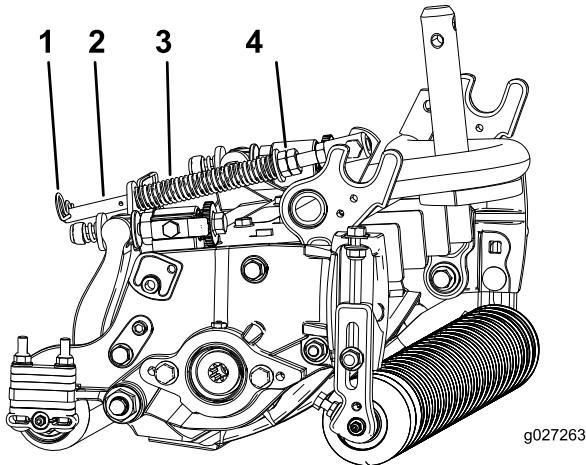

Figura 19
1. Verificate che la coppia sia montata nel foro posteriore dell'asta della molla (Figura 19).
2. Serrate i dadi esagonali sul lato anteriore dell'asta della molla, finché la lunghezza compressa della molla non è di 12,7 cm; fate riferimento a Figura 19.